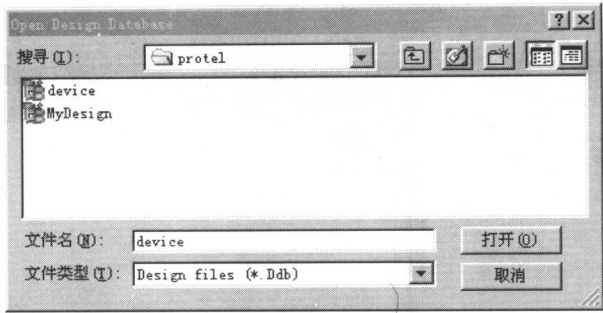

图 1-21 打开设计数据库文件
(1) 执行菜单命令 “File 文件→Open 打开”，弹出如图 1-21 所示的对话框。